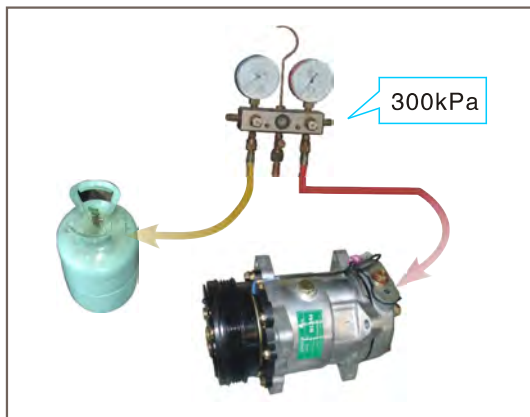

图8-24 压缩机检漏
⑤ 压缩机检漏及充入制冷剂。
- 确认压缩机无渗漏时,便可充入制冷剂。(如图8-24所示)